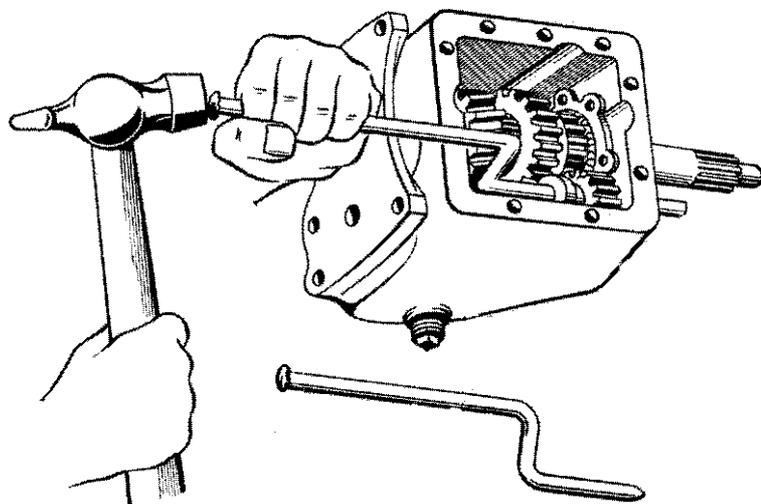

Рис. 89. Снятие шестерни заднего хода
- выбить ось промежуточной шестерни заднего хода и вынуть шестерню (рис. 89). Выпрессовать ось блока шестерен промежуточного вала и опустить вал на дно картера;